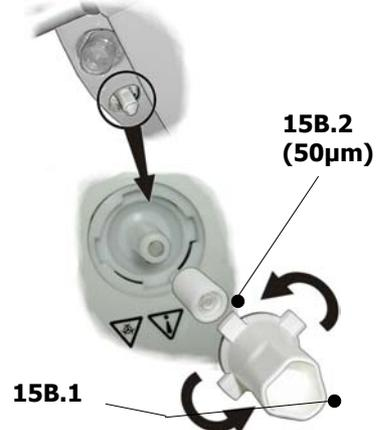

Fig. 5 – Filtre eau seringue
- En cas de diminution considérable du flux d'eau à l'insufflateur, **et en tout cas une fois tous les six mois, remplacer le filtre (50 µ)** (réf. 15B.2 – fig. 5), situé dans la partie basse de la tablette porte-instruments, (voir "Partie I - Instructions d'utilisation et d'entretien – Entretien ordinaire"). En cas de diminution considérable du flux d'eau à l'insufflateur, lorsqu'un insufflateur